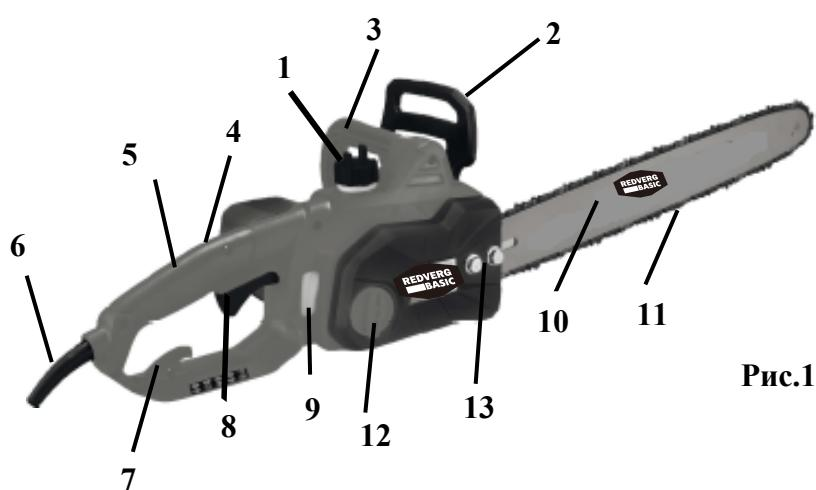

Рис.1.
- **Защитный щиток (2)** Рис.1 защищает руку оператора при проведении распиловочных работ.
- **Кнопка блокировки пуска (4)** (Рис.1) предотвращает случайное включение двигателя. Она расположена на боковой поверхности задней рукоятки.
- **Клавиша пуска (8)** (Рис.1) не может быть нажата, если не нажата кнопка блокировки пуска (4) Рис.1).
- **Задняя ручка (5)** (См. Рис.1). Задняя ручка имеет снизу расширенный защитный экран, который защищает руки от травм в случае разрыва цепи, а также от царапин ветками и сучьями во время работы.
- **Пильная цепь, снижающая риск отскока (11)** (См. Рис.1). Пила снабжена высококачественной цепью, снижающей риск отскока и его интенсивность, благодаря специально разработанным контурным звеньям.
- Отверните болты крепления крышки (13) Рис.1;
- Повернуть ручку регулировки натяжения цепи (12) Рис.1 и 4 по часовой стрелке, тем самым производя натяжку цепи до требуемой величины.
- Открутите крышку наливной горловины бака (1) (См. Рис.1).
- Залейте необходимый объем масла в бак, контролируя его уровень по мерному окну (9) См. Рис.1) Объем масляного бака 120 мл.
- Обхватите переднюю дуговую ручку пилы (3) (См. Рис.1) левой рукой. Правой рукой возьмитесь за заднюю ручку (5) (См. Рис.1).